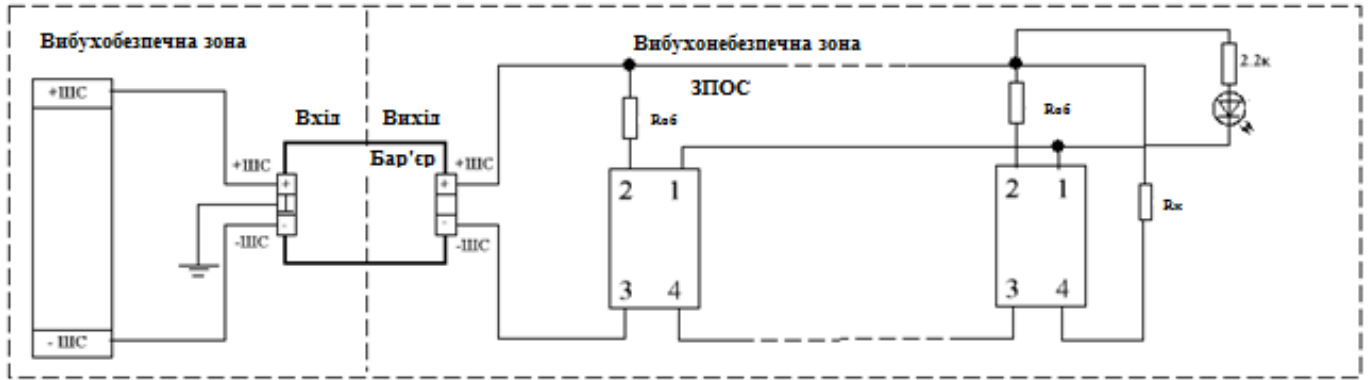

Рис. 4. Схема підключення ЗПОС для групи сповіщувачів, що включені в один шлейф
7.6 Схема виведення групового сигналу ЗПОС для сповіщувачів, включених в один двопровідний шлейф пожежної сигналізації, наведена на рис. 4.